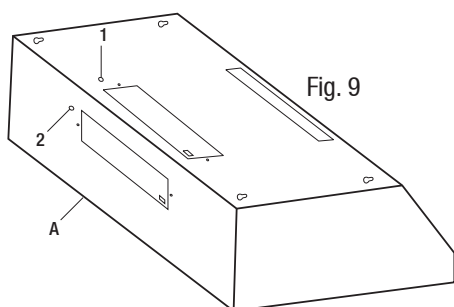

Fig. 9
- Choisir le trou défonçable de câblage électrique approprié à enlever selon votre type d'installation. Utiliser le trou supérieur (1) pour une installation de ventilation par le dessus et le trou arrière (2) pour une installation de ventilation par l'arrière. Voir Fig. 9.